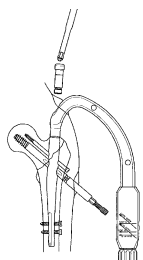

図 24
- 22) ストレートドライバーLを用いてネイル接続ネジを外し、ターゲットデバイスを取り外します。(図24)